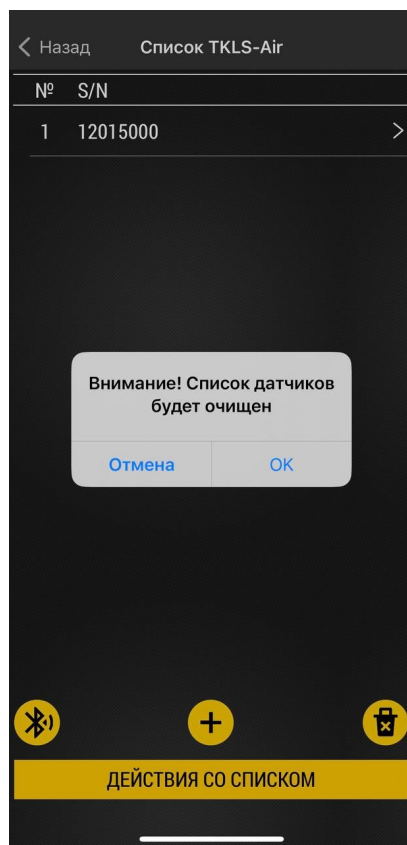

Рис.18. Удаление списка
5. Для удаления всех датчиков из списка нажмите на кнопку **Рис.16, п.3** и подтвердите удаление (**Рис.18**).